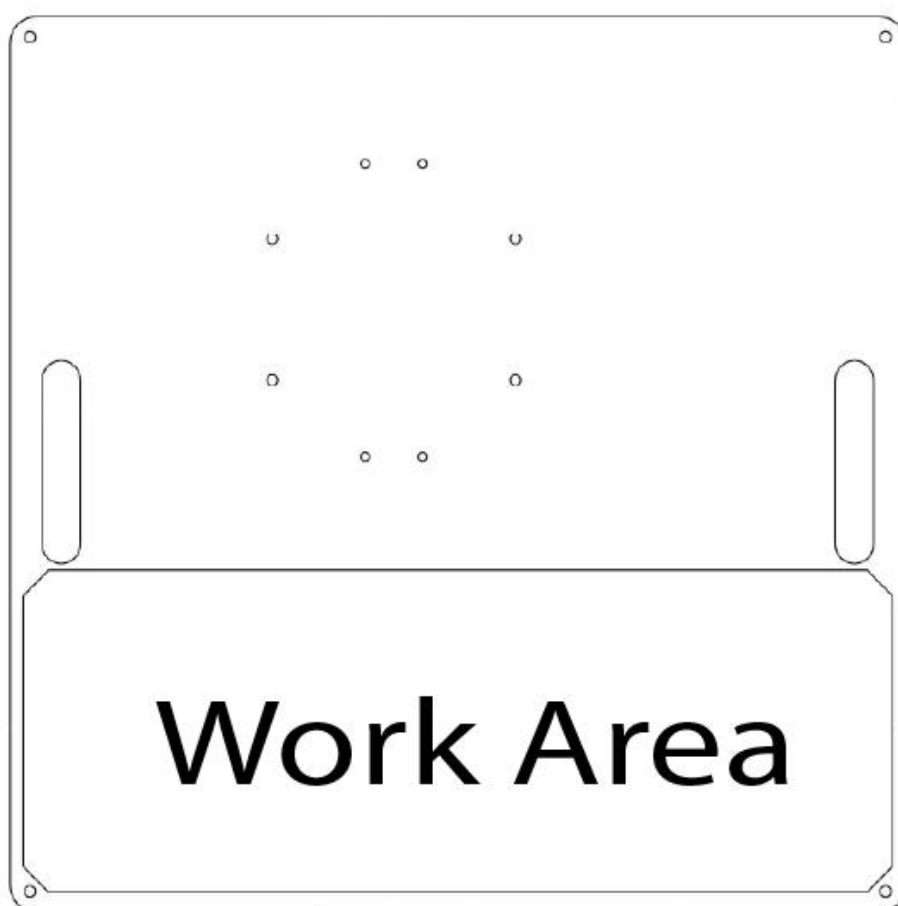

Figura 1: Orientação da placa base
2. Desembale a base (opcional) da sua caixa separada e coloque-a no local escolhido com os furos de montagem orientados para longe de si (**figura 1**). Se quiser fixar o suporte diretamente ao chão, precisa de furar buracos e instalar âncoras de acordo com o esquema no final deste manual.
15. **Opcional:** O autocolante branco incluído (também visto na figura 1) pode ser aplicado na placa base para ajudar no alinhamento dos travões de disco, fornecendo um fundo branco.